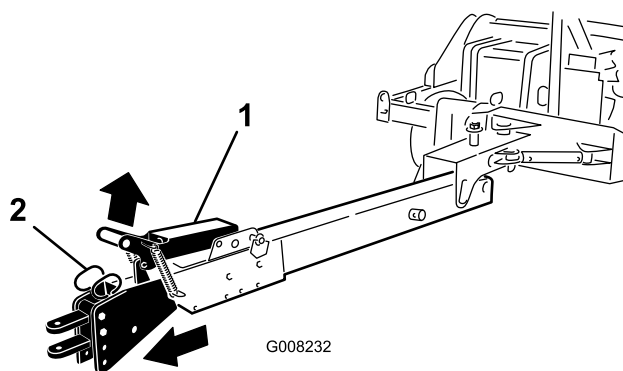

Figura 22
- B. Levante na pega do trinco (Figura 22).
- C. Conduza o veículo devagar até que montagem de engate encaixe no seu lugar (Figura 22).
8. Para retrainr o engate do reboque, eleve a pega do trinco e lentamente ande com o veículo para trás até que a pega do trinco fique fixa no seu lugar (Figura 22).